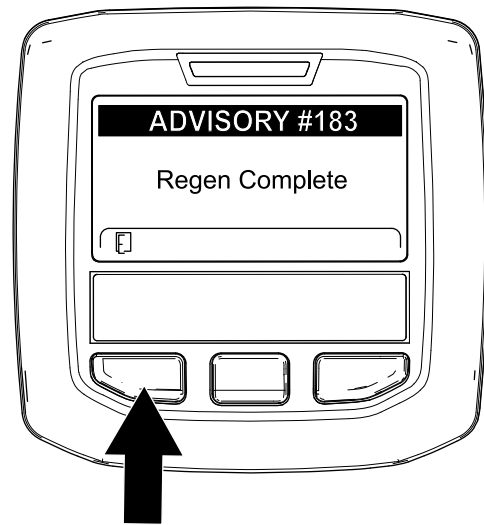

Figura 59
9. Quando il computer del motore completa una rigenerazione parcheggiata o una rigenerazione di recupero, l'InfoCenter visualizza il messaggio ADVISORY #183 (Figura 59). Premete il pulsante sinistro per uscire e tornare alla schermata Home.